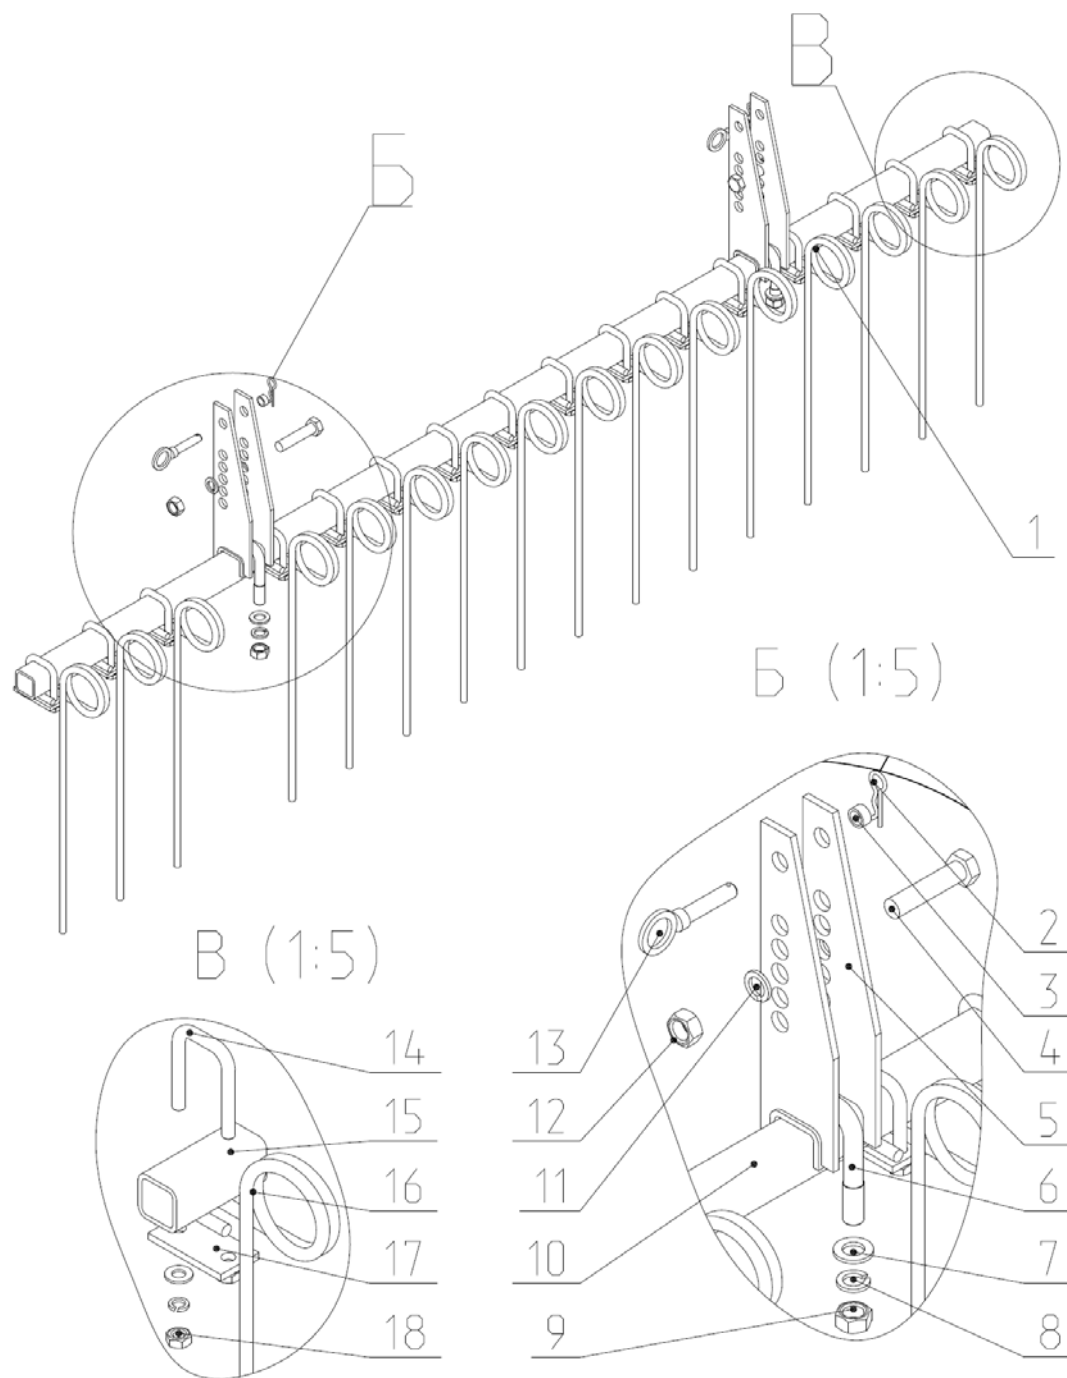

Рис.17 КСП 08.070 Гребенка однорядная.
2.20. Гребенки вычесывающие (Рис.17), предназначенные для вычесывания подрезанных растений и сбора их на поверхность почвы, а также для дополнительного крошения и осаживания взрыхленной почвы, подготавливаемой под посев.